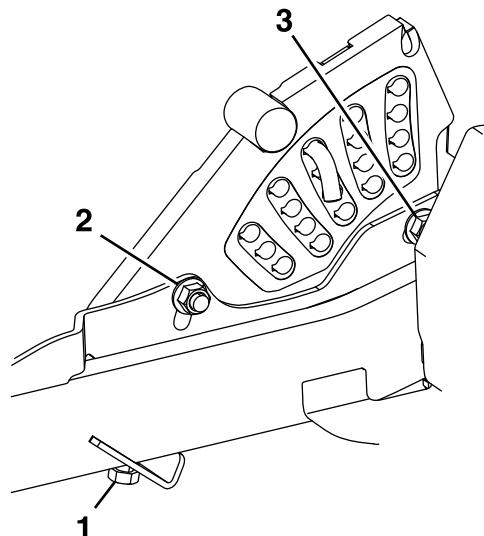

Bild 78
11. Wenn die vier Einstellvorrichtungen des Mäherwerks nicht ausreichend eingestellt sind, um die genaue Schnitthöhe mit dem gewünschten Rechen zu erreichen, können Sie die zentrale Einstellsystem (Bild 78) einstellen.
12. Um das zentrale Einstellsystem einzustellen, lösen Sie zunächst die vorderen und hinteren Befestigungsschrauben für die Höhenverstellplatte (Bild 78).
14. Ziehen Sie die zwei Schrauben unten an der Schnitthöhenplatte an (Bild 78).